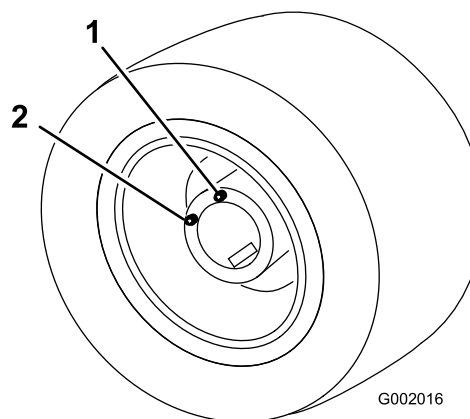

図 51
5. 今度は点検/ドレンプラグが 図 51の位置 補給位置にくるように駐車する